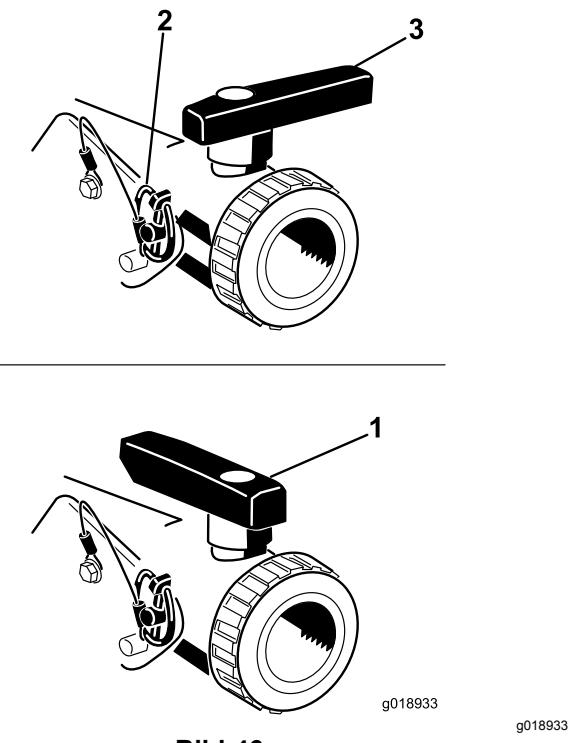

Bild 46
Öffnen Sie das Ventil, sodass nicht verwendete Materialien vom Behälter ablaufen können und entsorgen Sie diese gemäß der lokalen Vorschriften und der Vorschriften des Herstellers (Bild 46). Nehmen Sie nach dem Ablassen den Klappstecker von der Halterung ab, mit der das Ablassventil an der Maschine befestigt ist, und legen Sie das Ventil auf den Boden. Dann kann Restmaterial in der Leitung ablaufen.
3. Wenn der Behälter ganz geleert ist, setzen Sie das Ventil mit dem vorher abgenommenen Klappstecker im Rahmen ein und schließen Sie das Ablassventil (Bild 46).